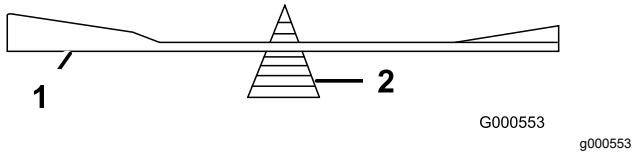

Bild 70
2. Prüfen Sie die Auswuchtung des Schnittmessers auf einer Ausgleichsmaschine (Bild 70).